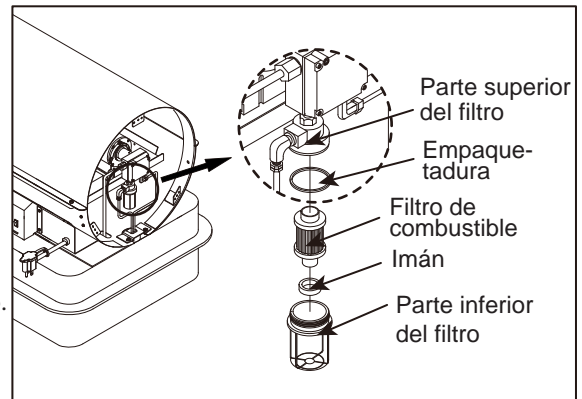

Figura 15. Filtro de la Bomba de Combustible
- Retire el filtro de combustible, la empaquetadura y el imán de la parte inferior del filtro (consulte la Figura 15).